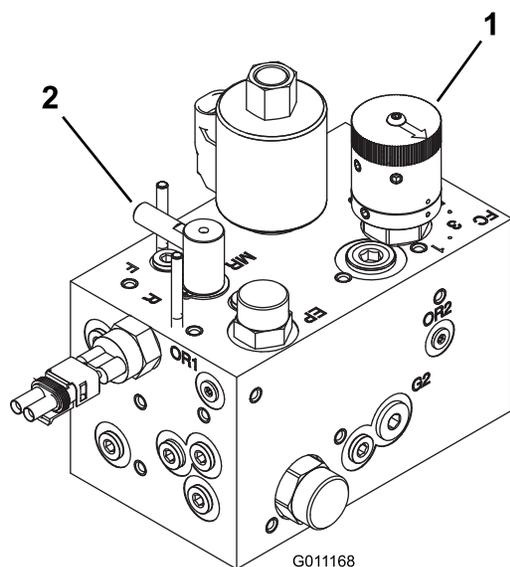

Figura 76
3. Rode o controlo de retificação para a posição de retificação (R). Rode o controlo da velocidade dos cilindros para a posição 1 (Figura 76).